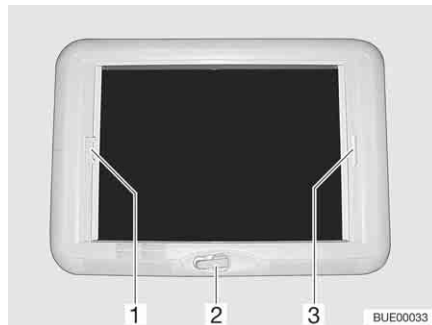

Bild 91 Vevmanövrerad taklucka
- Öppna:* ■ Vrid på handveven (Bild 91,2) tills ett motstånd känns.
- Stänga:* ■ Drag i plisségardinens handtag (Bild 91,3) och släpp i önskad position. Plisségardinen stannar i denna position.
- Stänga:* ■ Drag, med handtaget (Bild 91,1), insektsskyddet till plisségardinens handtag (Bild 91,3) på den motsatta sidan, där det hakas i.
- Öppna:* ■ Tryck insektsskyddets handtag (Bild 91,1) bakåt, uppåt och haka av insektsskyddet från plisségardinen (Bild 91,3).